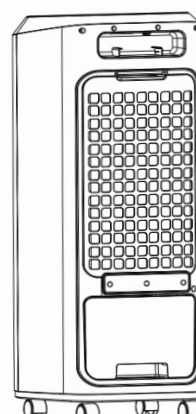

Figura 3
4. Reinscrivere il serbatoio dell'acqua nel prodotto a circa un quarto del suo percorso, quindi fissare il telaio della pompa. Infine spingere il serbatoio nella parte posteriore del prodotto come indicato in Figura 3.